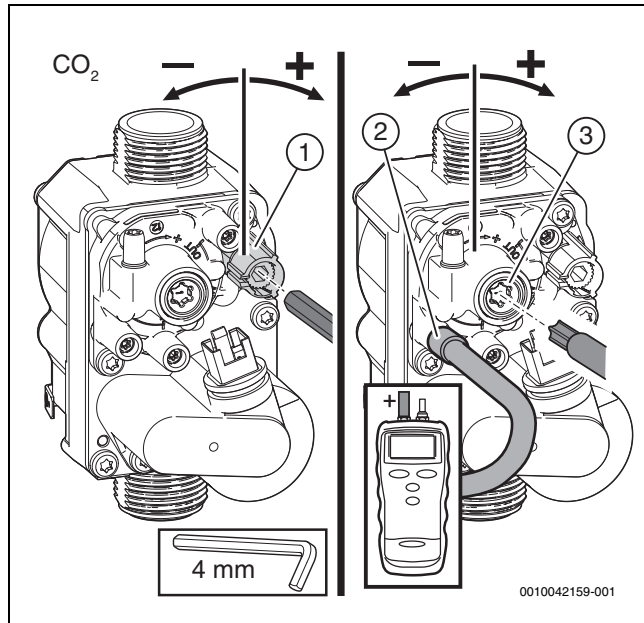

Bild 46 Einstellen der Gasarmatur
- ▶ Plombe an der Einstellschraube der Gasarmatur entfernen (nur Gasarmatur unten in Bild 46) und CO₂- oder O₂-Gehalt für minimale Nennwärmeleistung einstellen.